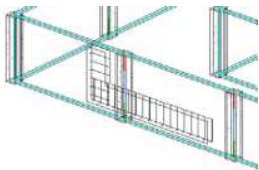

图 13-73 更改面层
(1) 选择 13.6.1 节创建的路径钢筋，在“属性”选项板中更改面为“内部”，结果如图 13-73 所示。